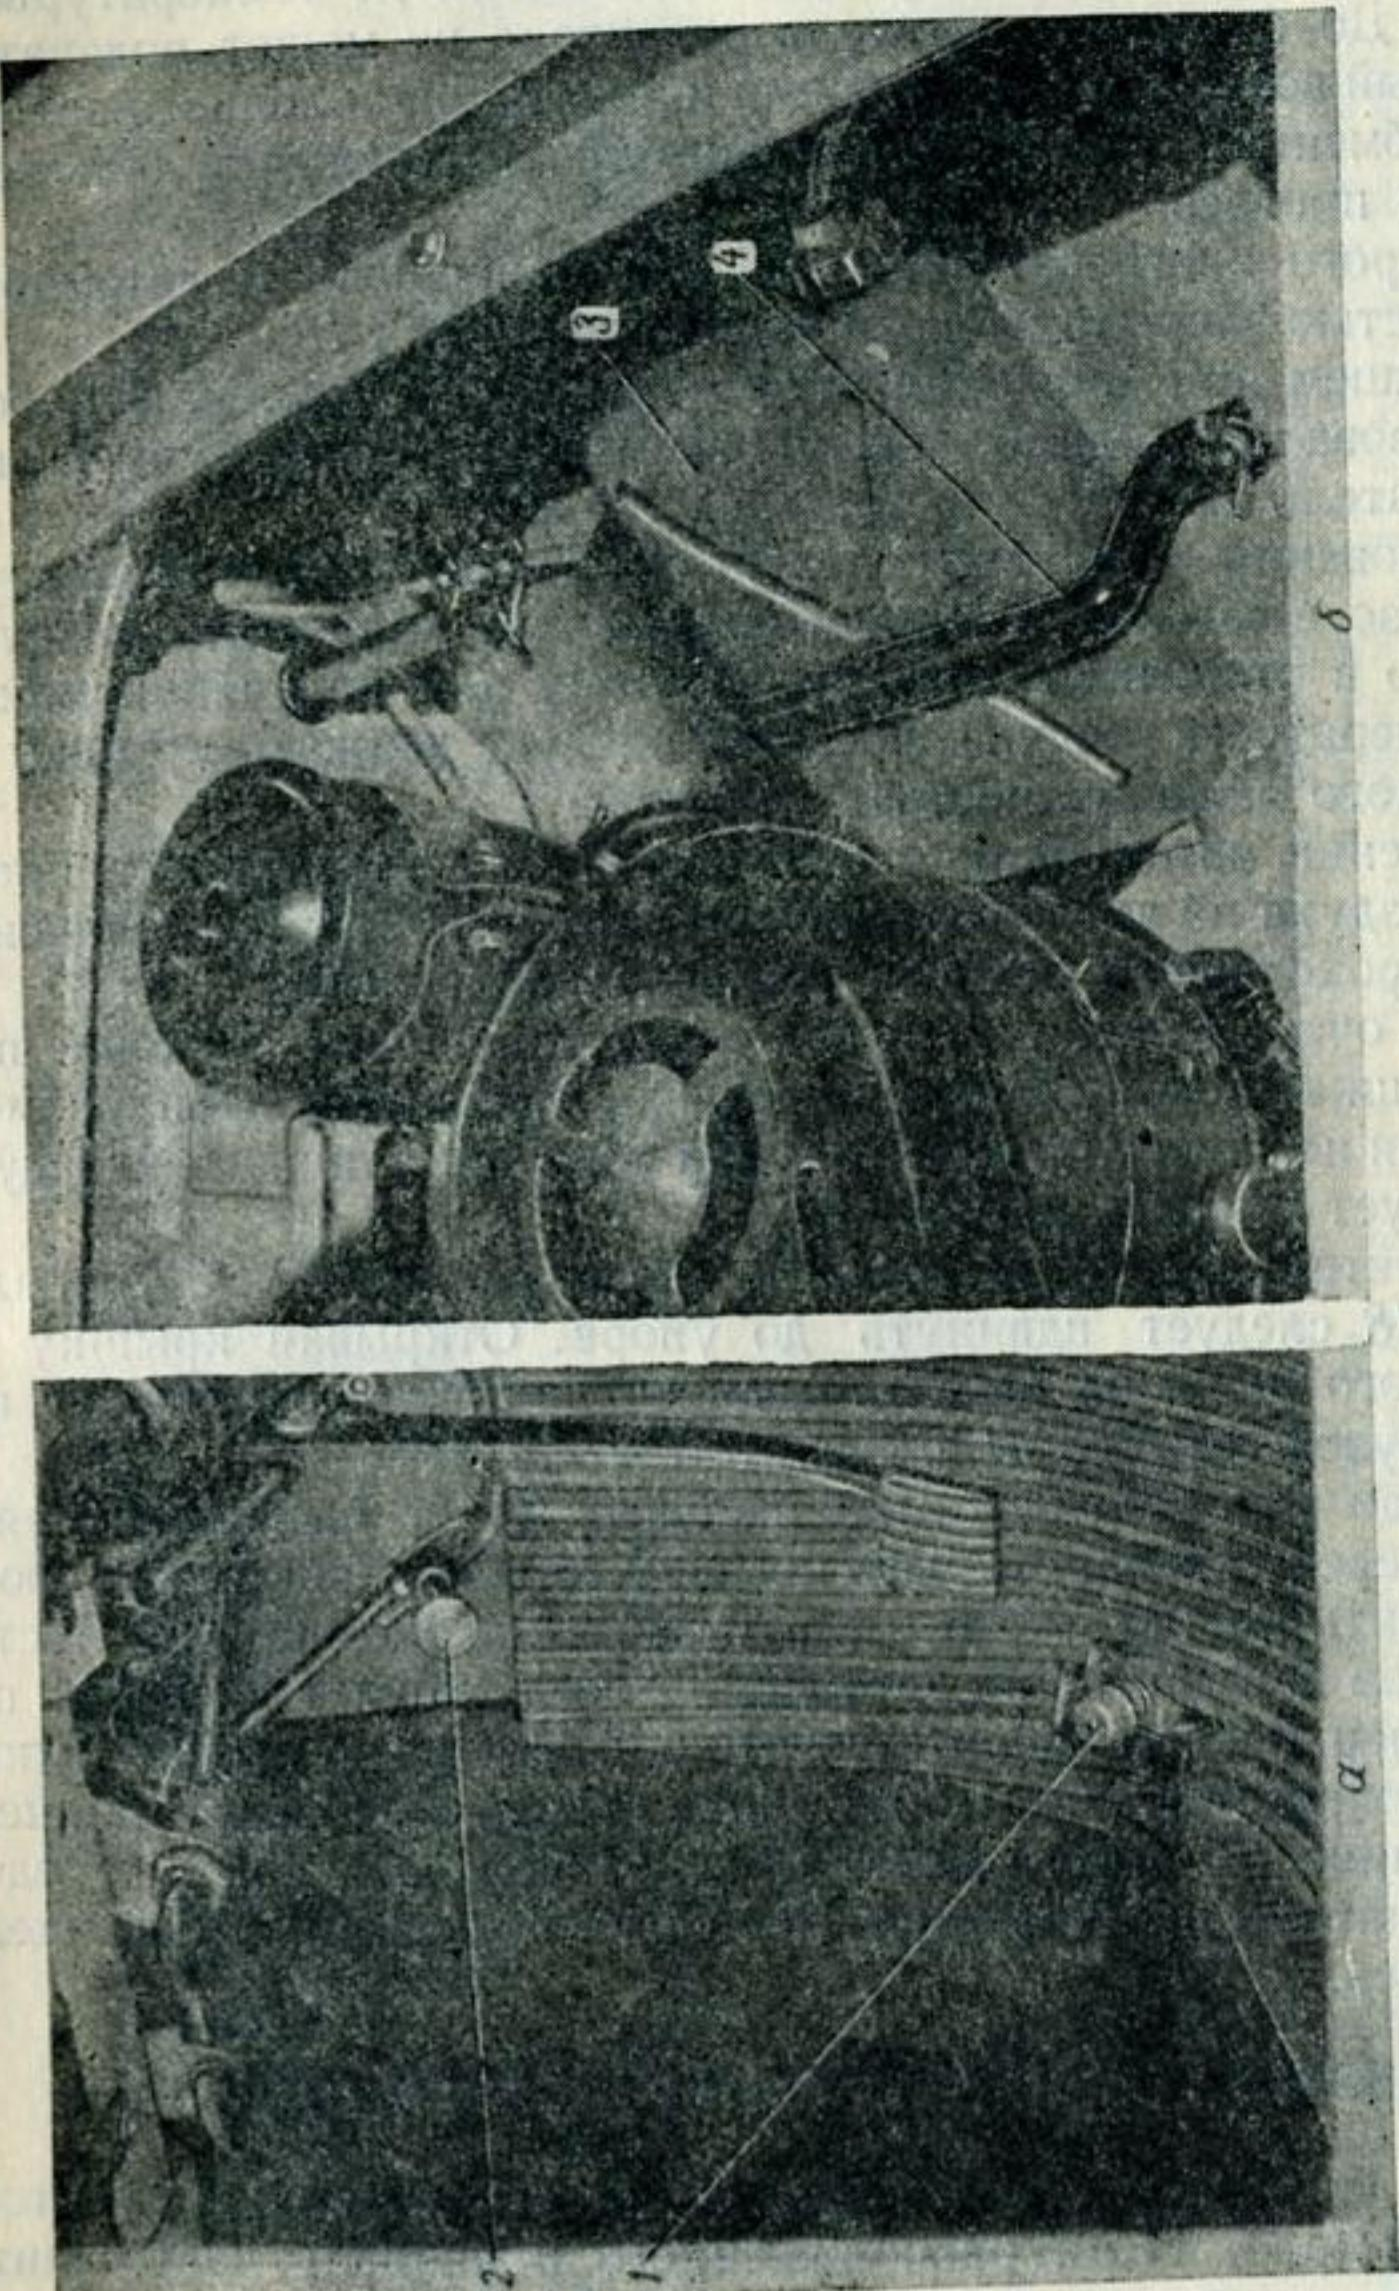

Рис. 11. Установка насоса и бачка омывателя ветрового стекла:
Кнопка 1 (рис. 11) ножного переключателя света фар, последовательным нажатием на которую переключают: свет подфарников на ближний свет фар (при вытянутой в первое положение ручке центрального переключателя света) или ближний свет фар на дальний (при вытянутой
1. Насоса 2 (рис. 11, а), расположенного в нижней части щита передка кузова, левее педали выключения сцепления, над ножным переключателем света.*
2. Бачка 3 (рис. 11, б) омывателя с пробкой, закрепленного с по-
скобу 4 (см. рис. 11, б), а другой снимают бачок. Затем отвертывают пробку бачка и снимают ее, вынув одновременно из бачка впускной шланг с фильтром насоса на конце. Заполнив бачок чистой водой до уровня основания горловины, устанавливают его на место, выполнив все указанные выше операции в обратном порядке. Расстояние от фильтра насоса до дна бачка необходимо выдержать в пределах $2 \div 5$ мм.